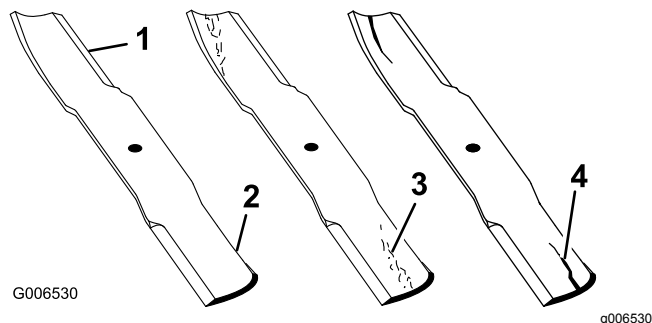

図 31
2. ブレードの切っ先を注意深く観察、特に、直線部と曲線部が交わる部分をよく観察する 図 31。この、直線部と曲線部の交差域は、砂などによる磨耗が進みやすい部分なので、機械を使用するまえによく点検することが必要。磨耗が進んでいる場合 図 31にはブレードを交換する **ブレードの取り外しと取り付け (ページ 22)**を参照。
ブレードの磨耗を放置すると、ブレードのセイル部と平坦部との間に割れ目が発生する 図 31。この割れ目が拡大すると、最終的にはブレードがちぎれてハウジングの下から飛び出し、これがオペレータや周囲の人に重大な人身事故となる。